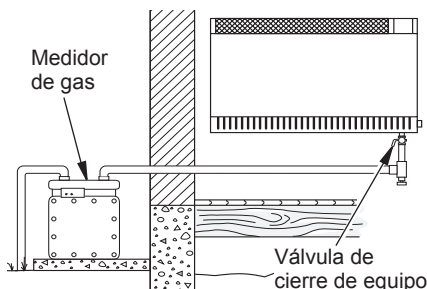
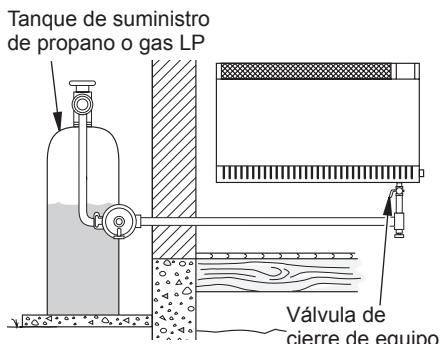

Figura 16 - Revisión de las uniones de gas para gas natural
Figura 17 - Revisión de las uniones de gas para propano o gas LP
3. Revise todas las uniones entre el medidor de gas, si usa gas natural (consulte la figura 16), o entre el tanque de suministro de propano o gas LP, si usa este tipo de gas, y la válvula de cierre del equipo (consulte la figura 17). Aplique en todas las uniones algún fluido de detección de fugas que no sea corrosivo. La formación de burbujas indicará una fuga.
4. Revise todas las uniones entre la válvula de cierre del equipo y válvula de gas del termostato (consulte la figura 16 ó 17). Aplique en todas las uniones algún fluido de detección de fugas que no sea corrosivo. La formación de burbujas indicará una fuga.